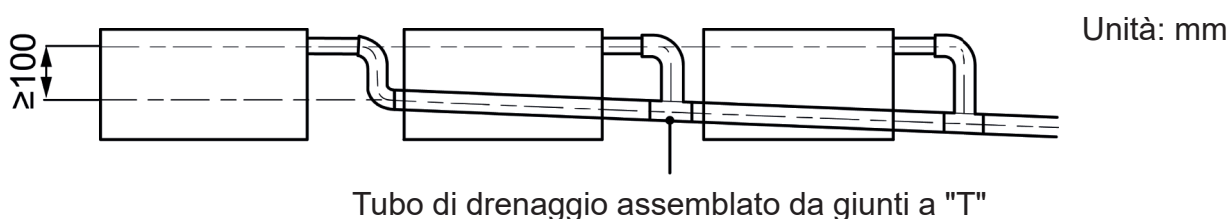

Fig. 4.3.4
- (4) In caso di collegamento di diverse tubazioni di scarico, seguire le istruzioni come indicato in Fig. 4.3.4. Scegliere il tubo di scarico in base alla potenza dell'Unità.